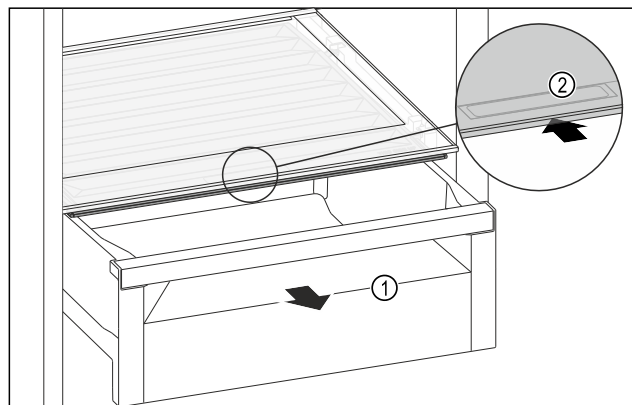

Fig. 207
- Estrarre il cassetto Fig. 207 (1).
- Afferrare la maniglia incassata Fig. 207 (2) sul coperchio dello scomparto e spingere allo stesso tempo all'indietro il coperchio dello scomparto.